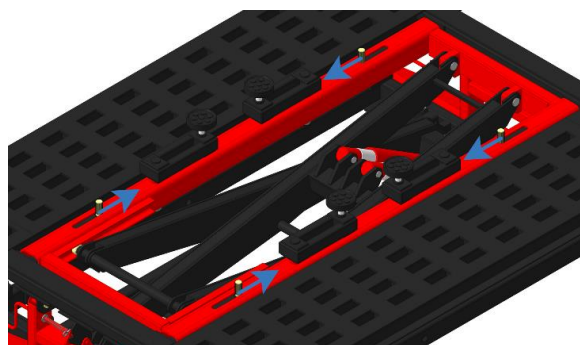

Рисунок 19
- Разблокируйте таким образом все 4 задвижки (рисунок 19).